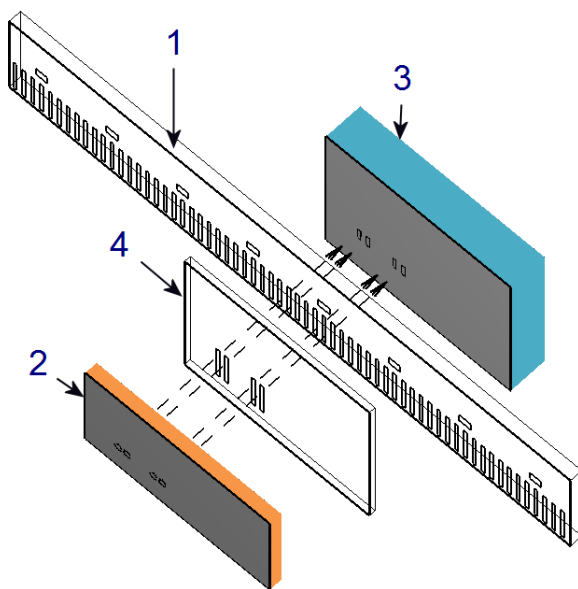

Рис. 1.11. Линейный датчик положения
**Линейные датчики положения** используются практически во всех современных станках с ЧПУ для точного определения абсолютной или относительной позиции исполнительных органов. Датчики содержат два взаимосвязанных узла – растровую шкалу и считывающую головку (рис. 1.11). *Растровая шкала* (1), расположенная вдоль направляющих, представляет собой линейку с маленькими прямоугольными прорезями (растрами). Считывающая головка, перемещающаяся вместе с исполнительным органом станка, состоит из *осветителей* (2), *фотоприемников* (3) и *индикаторной пластины* (4). Причем осветители и индикаторная пластина находятся с одной стороны от растровой шкалы, а фотоприемники – с другой.